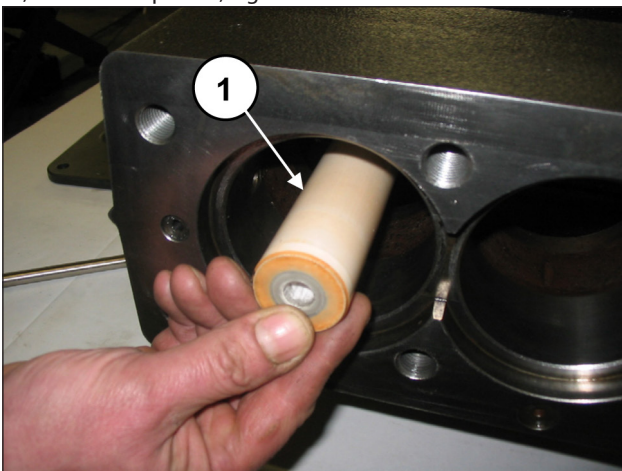
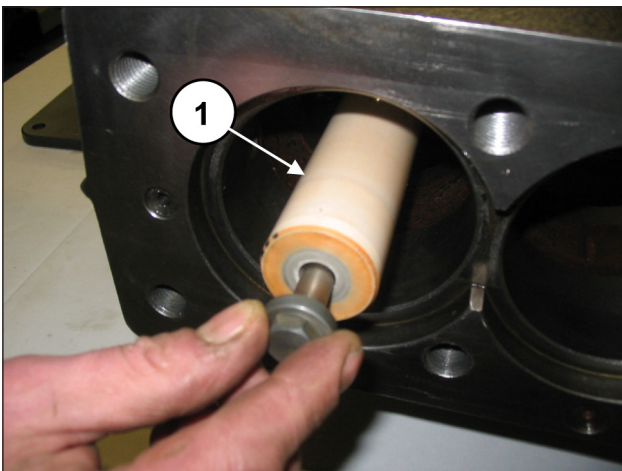

Fig. 157
Fig. 158
Monte os pistões nas respectivas guias (pos. ①, Fig. 157) e fixe-as, conforme a pos. ①, Fig. 158.